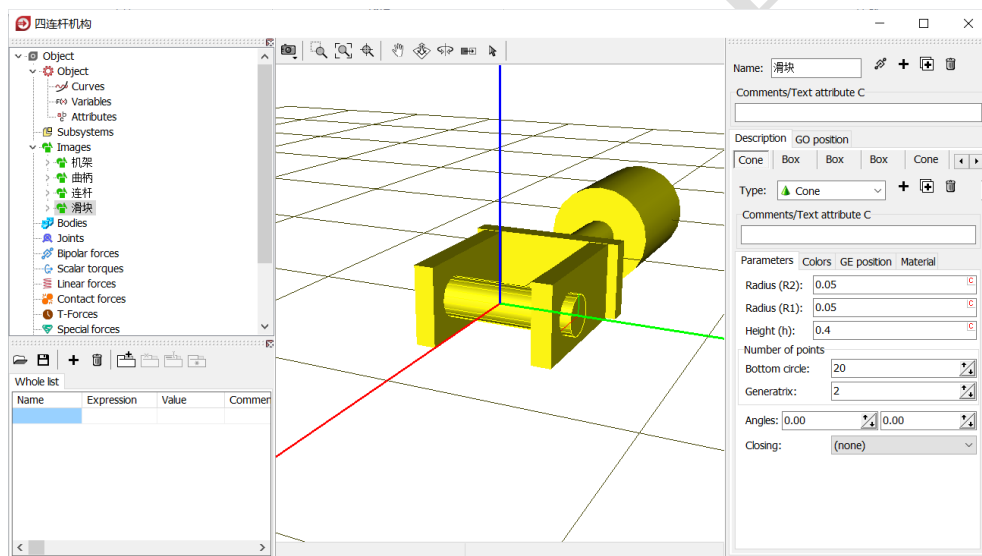

图 2-48
- 4) 选择主菜单 **Edit** → **Read from file**，依次读入“**D:\UM 培训教程\几何素材\四连杆机构**”文件夹下的**机架.img**、**曲柄.img**、**连杆.img**和**滑块.img**四个几何图形，如图 2-48。